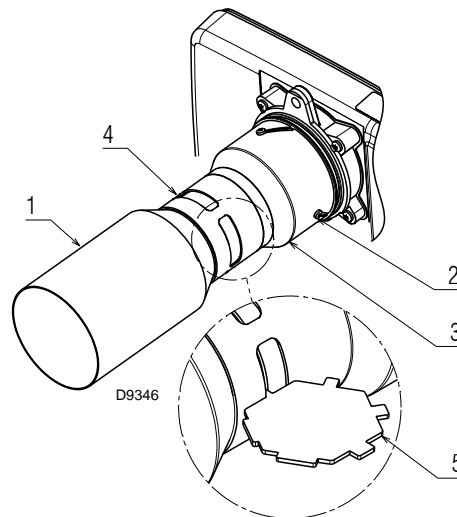

Fig. 18
- Desserrer les vis 2) (Fig. 18) et tourner légèrement le gueulard 3). La cote d'ouverture désirée est indiquée en Tab. A, page 16. Pour le réglage, il est possible d'utiliser le gabarit 5) fourni avec l'équipement standard, comme indiqué sur la Fig. 18.